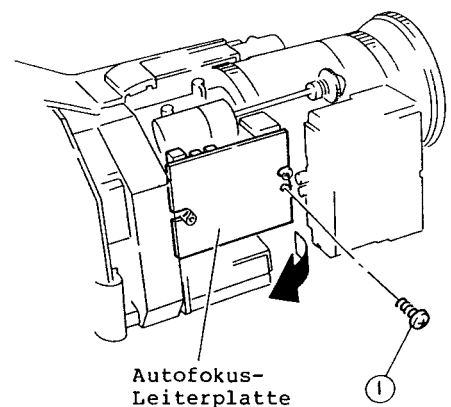

Abb. 2-17
1. Eine (1) Schraube entfernen und die Autofokus-Leiterplatte in Pfeilrichtung aufklappen (siehe Abb. 2-17).